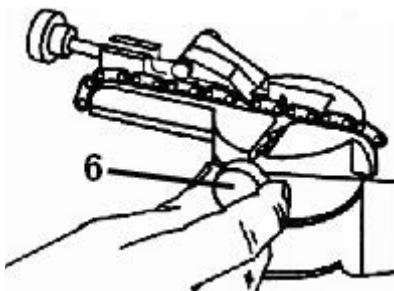

Рисунок 7
При заточке следующего зуба не обязательно заново регулировать установочный клин (14). Достаточно установить звено впритык к установочному клину и зафиксировать это положение винтом (6), не допуская свободного движения цепи в процессе заточки (Рис. 7).